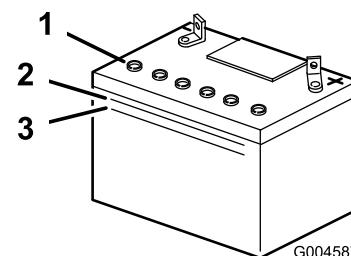

Figura 29
2. Mire hacia el lateral de la batería. El electrolito debe llegar a la línea superior (Figura 29).
Nota: No permita que el electrolito esté por debajo de la línea inferior (Figura 29).
- Retire los tapones de ventilación de la batería (Figura 29).
- Vierta lentamente agua destilada en cada célula de la batería hasta que el nivel de electrolito llegue a la línea superior (Figura 29) de la caja de la batería.
- Espere de cinco a diez minutos después de llenar las células de la batería. Añada agua destilada, si es necesario, hasta que el nivel de electrolito llegue a la línea superior (Figura 29) de la caja de la batería.